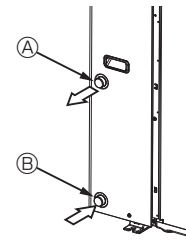

Fig. 4-1
### 4.1. Vandens vamzdelių prijungimas (Fig. 4-1)
- Įleidimo ir išleidimo vamzdelių padėtis yra parodyta Fig. 4-1.
[Fig. 4-1]